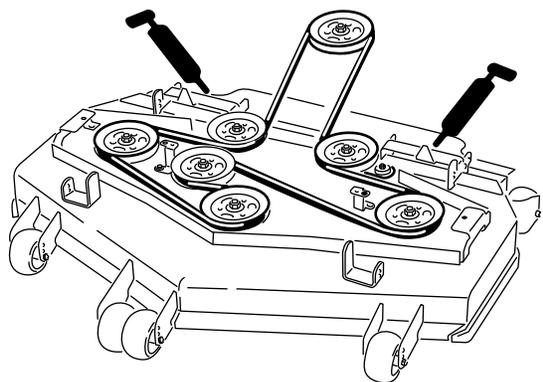

Bild 55
7. Fetten Sie die Nippel an den Schubarmen ein (Bild 54 oder Bild 55).